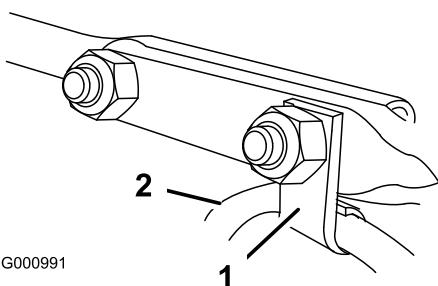

Figura 11
- Inserite nel bullone a testa tonda anteriore l'attacco per cavo che sostiene il cavo deflettore, e fissate i bulloni a testa tonda con i dadi di bloccaggio a corredo nel sacchetto delle parti sciolte (Figura 11).